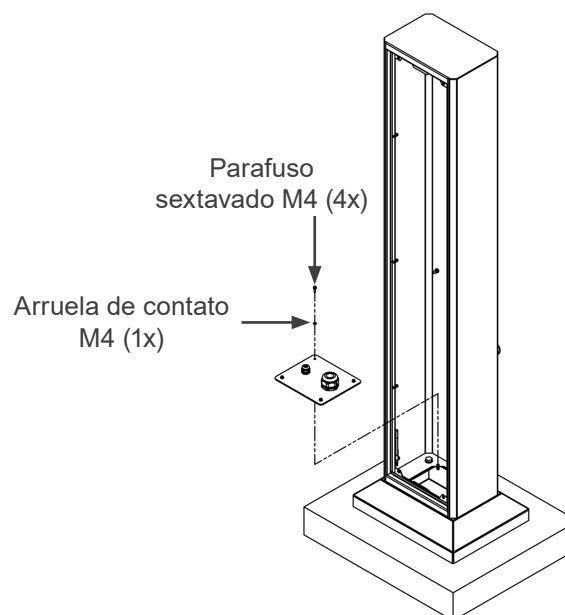

Figura 3.11: Ponto de aterramento da flange do totem WEMOB
Após a fixação do totem na base do produto, realizar o aterramento da flange utilizando uma (01) arruela de contato M4, fornecida com o produto em qualquer furação de fixação da flange, conforme Figura 3.11 na página 3-11. Torque de aperto recomendado é de 3 Nm.